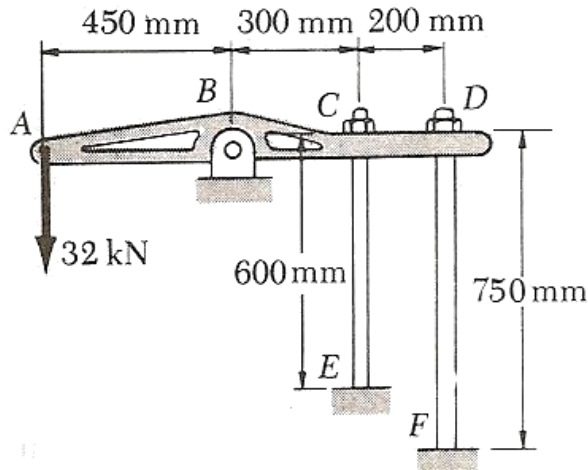

Figura 2.30
2.5.4 A haste CE de 10 mm de diâmetro e a haste DF de 15 mm de diâmetro são ligadas à barra rígida ABCD como mostra a Figura 2.30. Sabendo-se que as hastes são de alumínio com $E = 70 \text{ GPa}$. Determine a força provocada em cada haste pelo carregamento indicado e o deslocamento do ponto A.